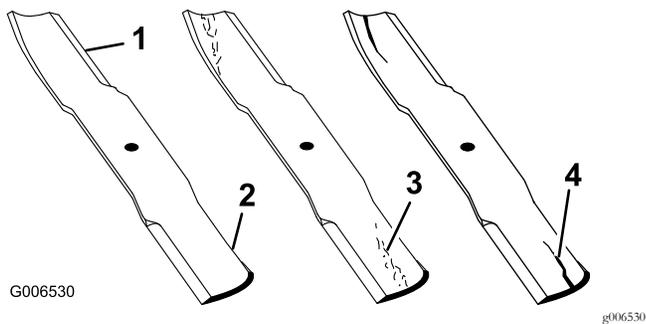

Figure 50
1. Examinez le tranchant des lames (Figure 50).
4. Remplacez immédiatement toute lame fendue, usée ou qui présente une entaille (Figure 50).